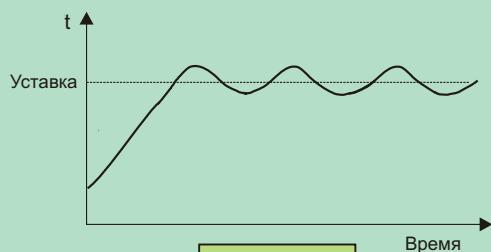

Рисунок 12
Если в районе уставки происходят незатухающие колебания температуры (Рис. 12), то это свидетельствует о том, что **K_p** слишком велико и его необходимо постепенно снизить до исчезновения колебаний. Оптимальным считается **K_p** , при котором температура не достигает уставки несколько градусов. Эту разницу называют погрешностью П-регулятора.
1) Если есть необходимость настроить прибор на объект, при, уже подобранным, **K_p** , в процессе регулирования, когда регулируемый параметр не достигает уставки несколько единиц (другими словами, устранить погрешность П-регулятора), то можно найти необходимое значение **T_i** методом подбора, изменяя его в процессе работы прибора, наблюдая за характером изменения ширины выходного импульса (светодиода) и параметра (температуры и др.) в системе. При этом необходимо учитывать, что при меньшем значении **T_i** увеличивается его влияние, и температура в системе достигнет заданной быстрее, чем при более высоких значениях **T_i** , но при слишком малом **T_i** в районе уставки начнутся колебания температуры (Рис. 12).